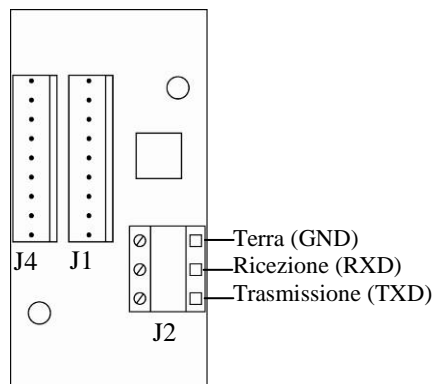

Figura 2.2 Connessioni RS232
- Collegare i cavi al blocco terminale J2 come da figura 2.2.